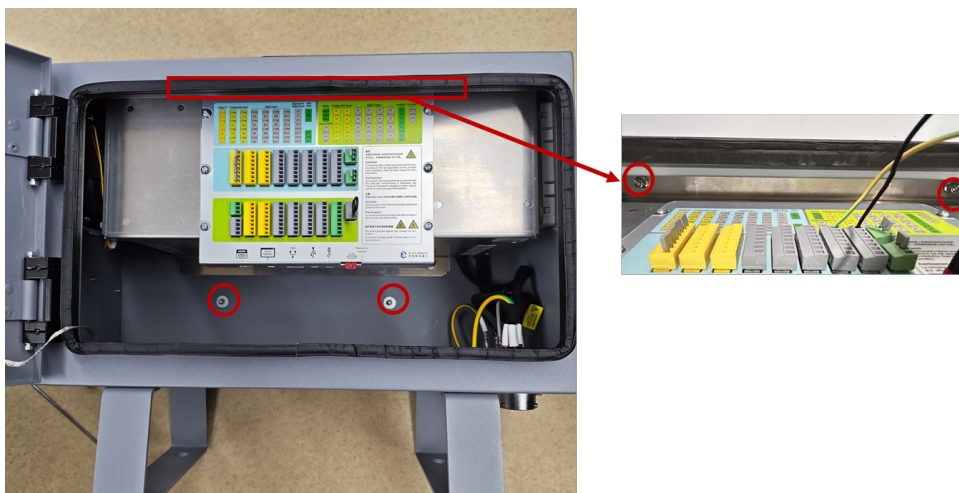

图 3-23: 控制柜内六角圆柱头螺钉位置
1. 关闭控制柜并断开电源线，打开控制柜机柜，将控制柜躺平，并拆除 4 颗内六角圆柱头螺钉，如图 3-23所示；
10. 将安装钣金模块放回箱体内，并将 4 颗内六角圆柱头螺钉拧紧固定好安装钣金，如图 3-23 所示；